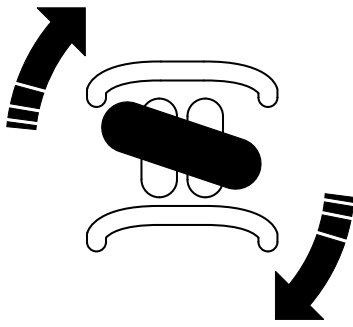

Figure 16
- Pour tourner à droite, tournez la commande de déplacement dans le sens horaire (Figure 16).